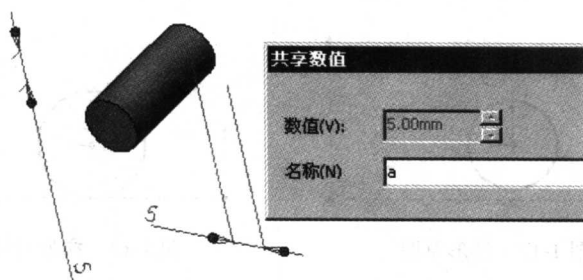

图 1-16 共享数值对话框
(5) 建立数值连结。在特征管理器中用鼠标右键单击“注解”，在弹出的菜单中选择“显示特征尺寸”，在绘图区中选择两个尺寸值 5，选择时按住<Ctrl>键，并用鼠标右键单击尺寸值，在弹出的快捷菜单中选择“数值连结”，弹出“共享数值”对话框，在名称栏中输入 a，如图 1-16 所示，单击【确定】按钮。
(6) 线性阵列。单击特征工具栏上的“线性阵列”图标按钮，弹出“阵列(线性)1”属性管理器，在属性管理器中选择方向 1，在绘图区中选择直线尺寸 5，在属性管理器中输入距离为 10，阵列数为 10 个，在“要阵列的特征”选项下，在绘图区中选择扫描 1，在属